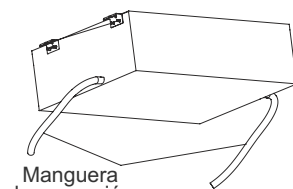
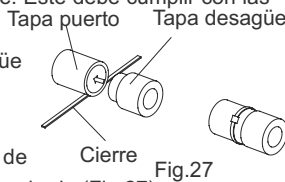

Fig.25
Fig.27
- (5). Use una manguera de desagüe adecuada y vea la Tabla 3 para comprobar sus dimensiones.
- (6). En los lados derecho e izquierdo hay un puerto de desagüe. Este debe cumplir con las regulaciones locales (Fig.25).
- (7). Cuando la unidad se envíe de fábrica, el puerto de desagüe por defecto estará en el lado izquierdo (caja eléctrica). El puerto en el lado derecho se ha conectado.
- (8). Cuando use el puerto de desagüe en la parte derecha de la unidad, vuelva a instalar la tapa de desagüe en el lado izquierdo (Fig.27).